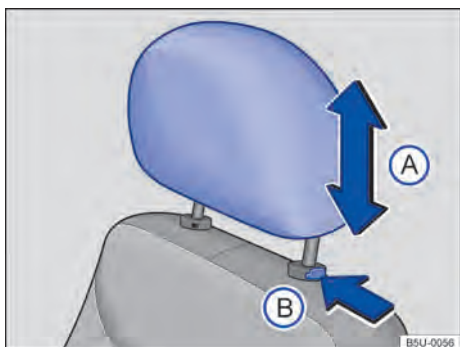

Fig. 61 Apoio para cabeça dianteiro: desinstalar.
- Pressionar o botão → Fig. 61 (B) no sentido da seta. Retirar o apoio para cabeça com a tecla pressionada.
- Empurrar o apoio para a cabeça totalmente para baixo com o botão → Fig. 61 (B) pressionado.